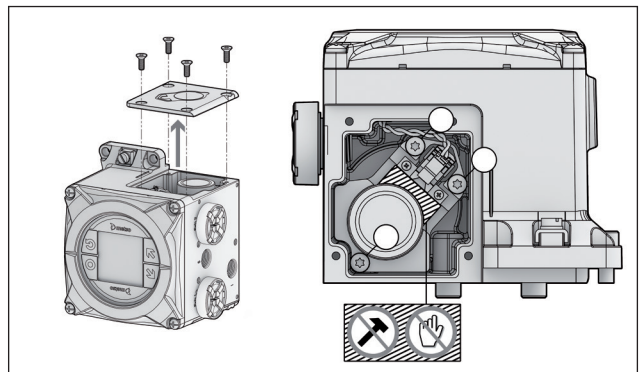

Fig. 79.
- Desconecte o conector do fio do pré-estágio do pré-estágio (Fig. 79)
- Solte os parafusos que prendem o pré-estágio no lugar. (Fig. 79)